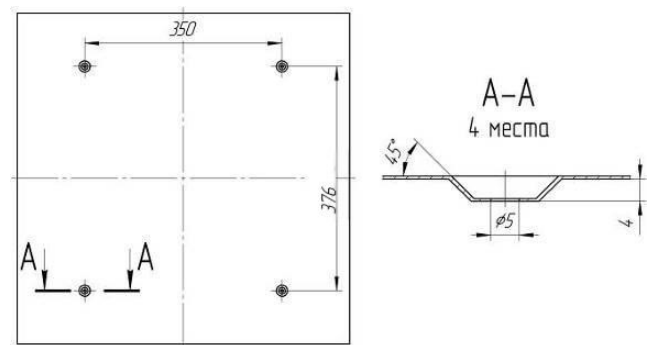

Рисунок 4. Расположение установочных отверстий на корпусе светильника Econex Office 595 для накладного монтажа.
6.3.1. Для установки светильника необходимо отсоединить торцевую панель и аккуратно снять рассеиватель. Надежно закрепить на ровной поверхности корпус светильника при помощи комплекта креплений, габариты для монтажа см. рисунок 4 и 5.